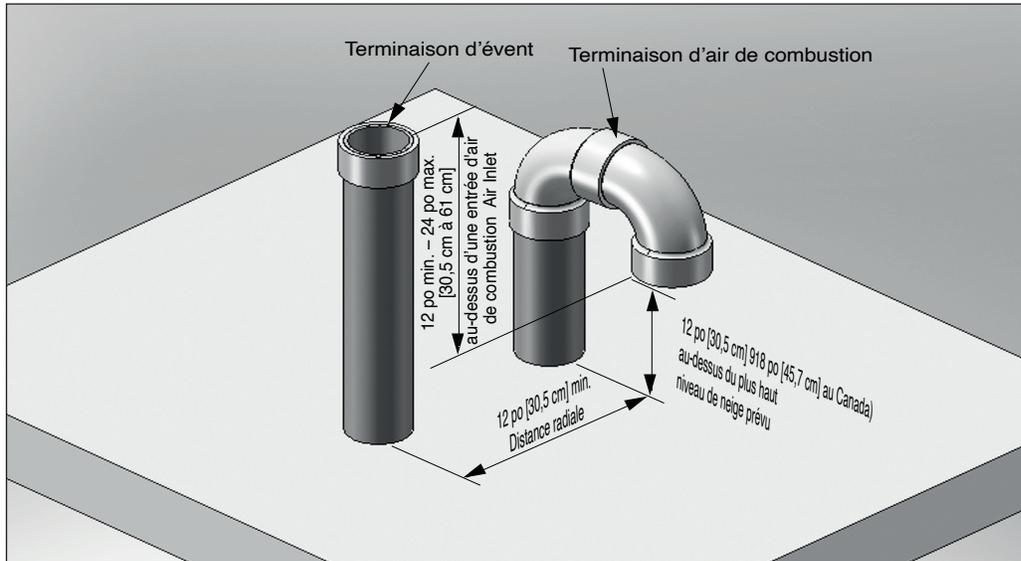

Fig. 1 - Ventilation directe - Terminaison verticale de la tuyauterie de ventilation et d'air de combustion.
2. La tuyauterie d'air de combustion doit être terminée en forme de « U » à l'envers, comme l'illustre la *Fig. 1 en page 12*. La terminaison doit être située à 12 po [30,5 cm] (18 po [45,7 cm] au Canada) au-dessus du niveau de neige prévu le plus élevé.
3. La tuyauterie de ventilation doit être terminée à la verticale avec un raccord qui accepte une grille aviaire, et elle doit être située de 12 po à 24 po [30,5 cm à 61 cm] au-dessus de l'entrée d'air de combustion, comme illustré à la *Fig. 1 en page 12*.
4. Les terminaisons d'air de ventilation et d'air de combustion doivent être localisées à une distance radiale de 12 po à 24 po [30,5 cm à 61 cm] de la ligne centrale de la terminaison de ventilation, comme illustré à la *Fig. 1 en page 12*.
3. Localisez le tuyau d'événement et le tuyau d'air de combustion de manière à créer les dégagements décrits à la **Fig. 1 en page 12**.
2. La tuyauterie d'air de combustion doit être terminée en forme de « U » à l'envers, à l'aide de deux coudes de 90°, comme l'illustre la *Fig. 1* en page 12.
3. La tuyauterie d'évent doit se terminer à la verticale avec un raccord, comme illustré à la *Fig. 1* en page 12.
**N'allongez pas le tuyau d'évent au-dessus du toit, au-delà des dimensions illustrées à la *Fig. 1* en page 12. L'exposition prolongée du tuyau d'évent pourrait causer le gel du condensat et bloquer le tuyau d'évent, entraînant des dommages matériels substantiels, des blessures graves ou la mort.**